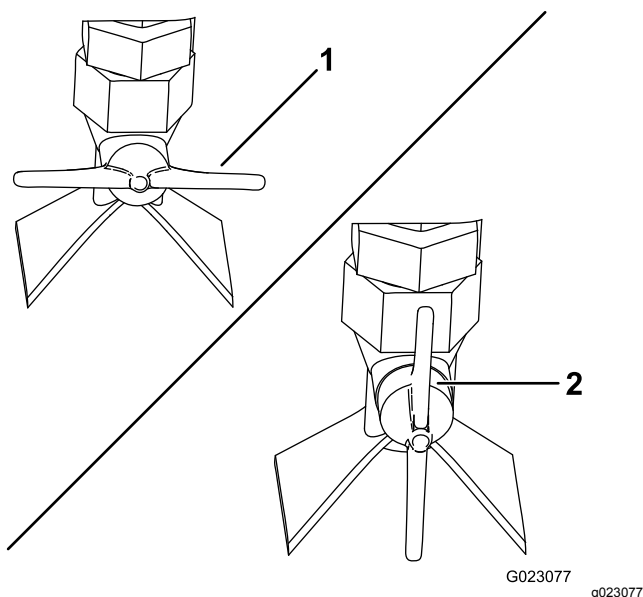

Figura 63
- Para rociar en forma de abanico, ponga la válvula situada en el lateral de la boquilla en posición horizontal (Figura 63).
- Para aplicar un chorro, ponga la válvula situada en el lateral de la boquilla en posición vertical (Figura 63).